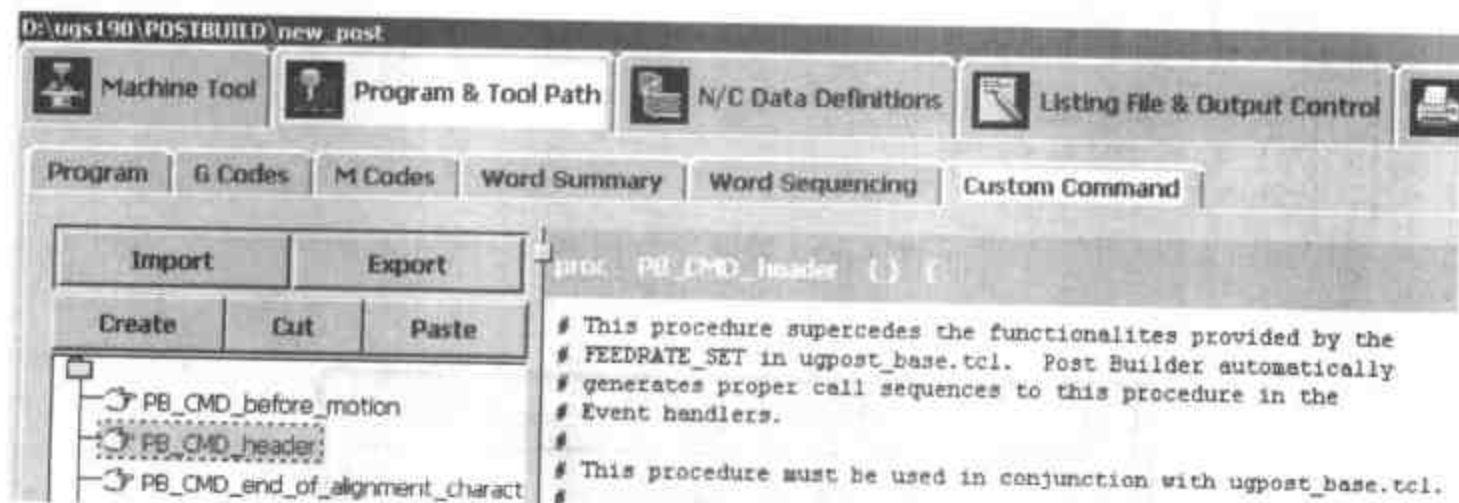

图 5-19 粘贴文本文件内容到新的用户指令
- 在右面参数窗口里点亮第一行, 右击选择 Paste (如图 5-19 所示)。